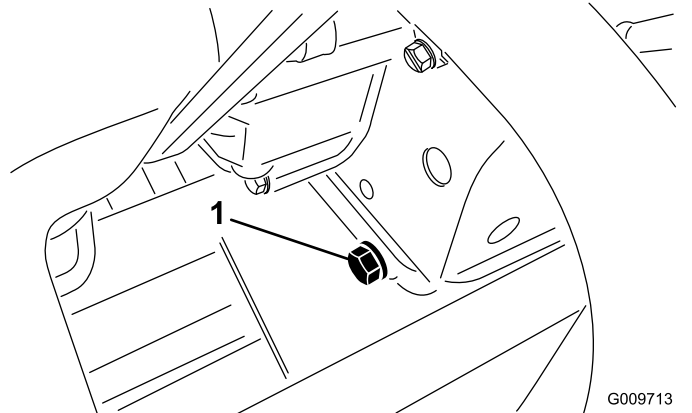

Figure 31
1. Enlevez le bouchon de vidange arrière (Figure 31) et laissez l'huile s'écouler dans un bac de vidange. Remettez le bouchon quand toute l'huile s'est écoulée.